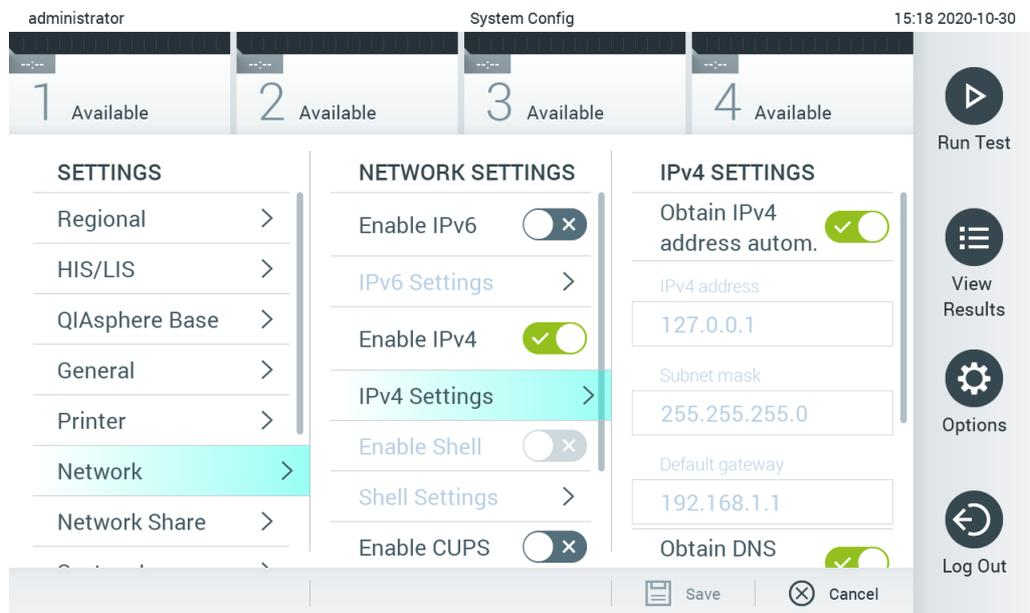

Figura 68. Configuração das definições de rede.
2. Selecione Network (Rede) a partir da lista de definições na coluna esquerda (Figura 68).